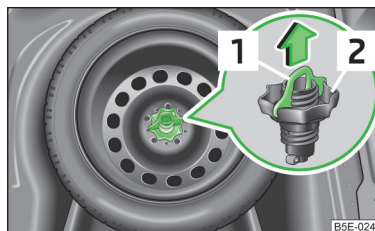

Abb. 191
Das Reserverad befindet sich in einer Mulde unter dem Bodenbelag im Gepäckraum und ist mit einer Spezialmutter befestigt » **Abb. 191**.
- Die Sicherung **[1]** » **Abb. 191** in Pfeilrichtung herausziehen.
- Die Mutter **[2]** » **Abb. 191** im Uhrzeigersinn einschrauben, bis das Rad sicher befestigt ist.
- Die Sicherung **[1]** » **Abb. 191** entgegen der Pfeilrichtung einstecken.